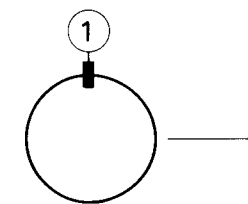
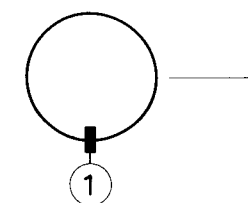

Fig II-5a
Fig II-6a
Steht die Ablenk-Unit in der richtigen Stellung, dann den Gummikeil ①, von dem der Papierstreifen nicht entfernt worden ist, an der Oberseite (Abb. II-5a) oder der Unterseite (Abb. II-6a) anbringen. Abb. II-5a zeigt die Situation, in der die Ablenk-Unit nach oben gekantelt wurde und Abb. II-6a gibt an, dass die Unit nach unten gekantelt wurde.